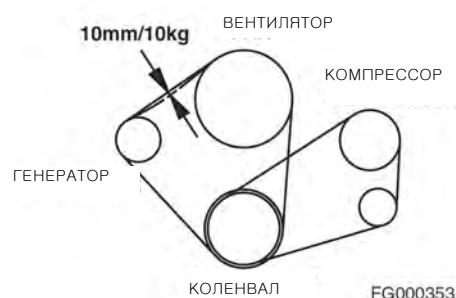

Рис. 49
2. При выключенном двигателе проверить натяжение ремня вентилятора, нажав на ремень сверху посередине между шкивом вентилятора и шкивом генератора. Ремень должен провисать примерно на 10 мм. См. рис. 49. Для регулировки ремня ослабить регулировочные анкерные болты генератора, отрегулировать натяжение ремня и вновь затянуть болты.